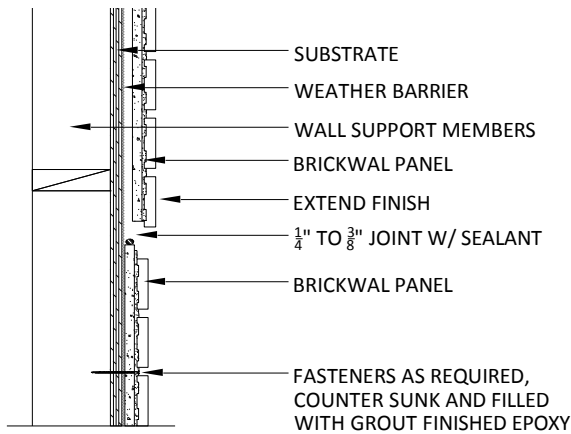

Fig.7 - Separación de juntas de paneles horizontales
- Una vez terminado con el primer nivel de instalación del panel, continúe con el segundo nivel. La instalación será igual que en el primer nivel. Se debe tener cuidado a medida que aumenta la altura de instalación, ya que los paneles son muy pesados. Si es necesario, se puede utilizar un equipamiento auxiliar para ayudar durante la instalación. Es responsabilidad del instalador determinar el uso adecuado y las conexiones de los paneles a dicho equipamiento. (Fullerton puede sugerir tipos y usos de equipo si se solicita) Asegúrese de dejar espacio para juntas horizontales a menos que se indique lo contrario. Vea fig. 7